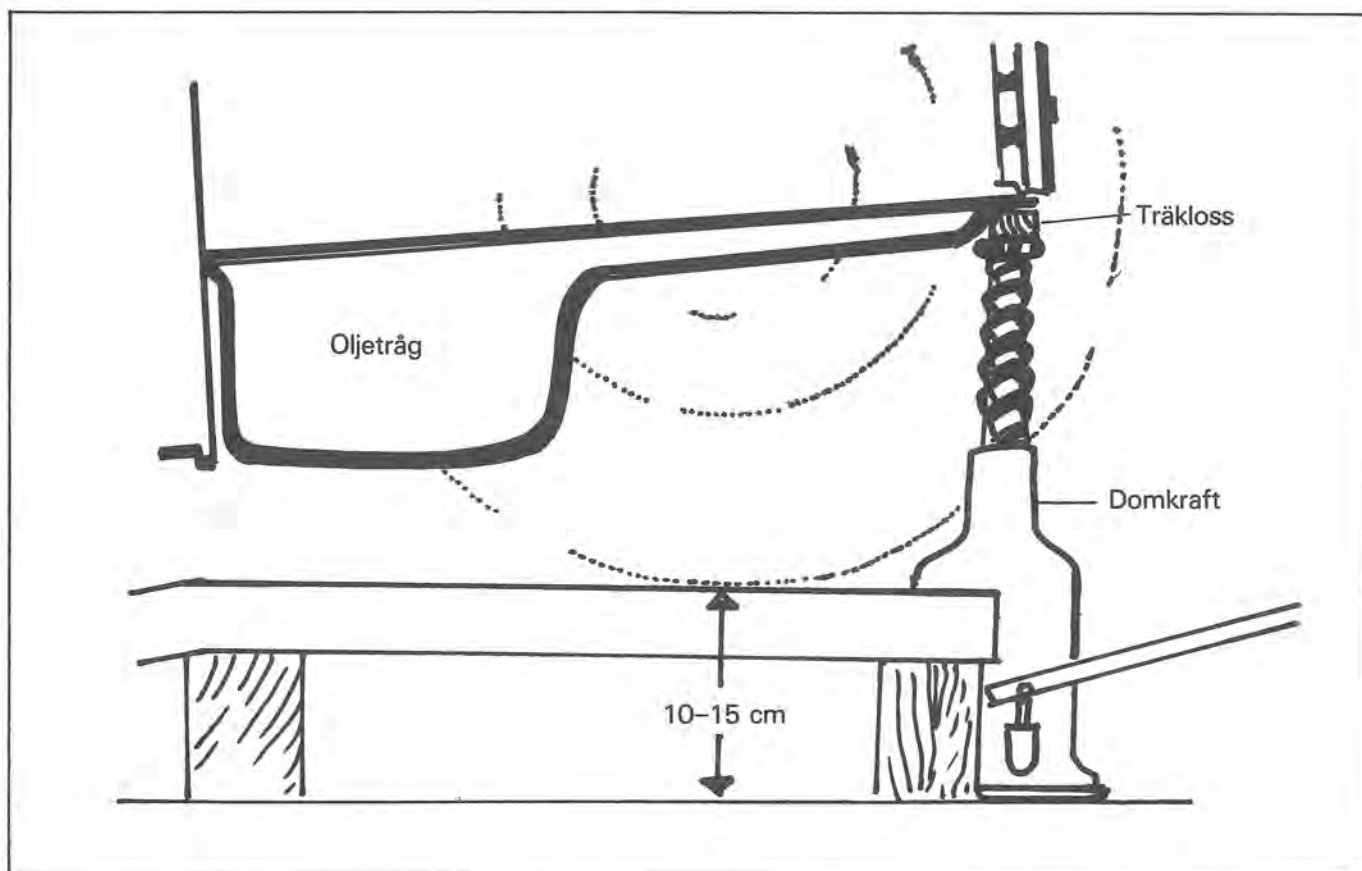

Fig. 1. Kör eller lyft upp bilens framdel till lämplig höjd (10–15 cm). Placera tråkloss och domkraft mot oljetrågets främre kant.
4. Placera domkraften och träklossen mot oljetrågets främre kant (se fig 1) och lyft motorn ca 15 mm över normalt läge. Gummikuddarnas skruvar skall ej helt släppa infästning i motorns fäste.